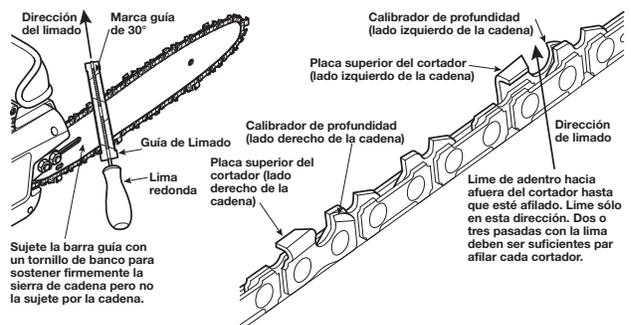

Fig. 20 Colocación de la lima y guía de lima en la cadena
3. Presione la lima redonda de 5/32", unida a la barra guía, en la ranura entre la placa superior y el calibrador de profundidad en la cadena. La guía de lima debe apoyarse sobre la placa superior y el calibrador de profundidad (Fig. 20).
4. Sujete la lima a la altura de la guía. Asegúrese de que la marca de 30° de la guía de lima esté paralela al centro de la barra guía (Fig. 20). Esto asegurará que limó los cortadores a un ángulo de 30°.
5. Lime de adentro hacia afuera del cortador hasta que esté afilado. Solamente lime en esta dirección (Fig. 20).